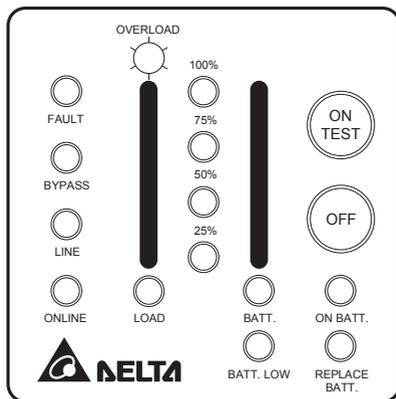

Рис. 4-8. Индикация короткого замыкания
- **КОРОТКОЕ ЗАМЫКАНИЕ.** При коротком замыкании на выходе ИБП в режимах двойного преобразования или работы от батареи ИБП отключается и питание на выход не подается. Загорается индикатор «FAULT» (АВАРИЯ) и подаётся непрерывный звуковой сигнал. После устранения короткого замыкания ИБП возобновляет подачу питания в нагрузку. При возникновении короткого замыкания в режиме байпаса срабатывает встроенный входной автоматический выключатель и ИБП отключается. См. рис. 4-8.